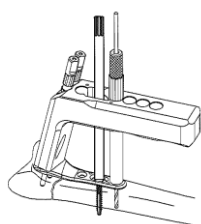

図7
- 7) 順次、骨幹部への穴あけを行い、2.7 コーティカルスクリューで固定します。(図7)